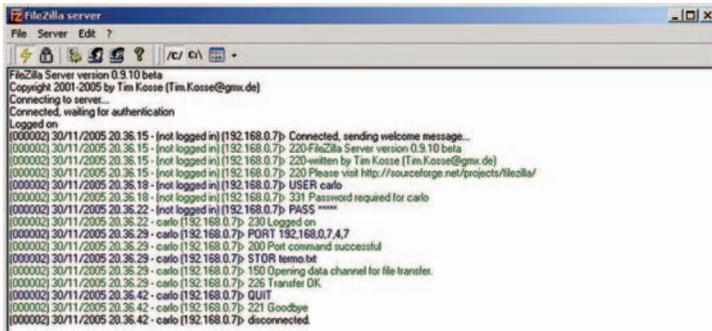

Figure 11 : Log sur la console de FileZilla (serveur FTP en logiciel libre) utilisé comme référence pour notre application.
Prenons un exemple de session de transfert en analysant le log d'un serveur FTP en logiciel libre ("freeware") qui nous servira de référence pour notre application (voyez la **figure 11**: log sur la console de FileZilla). On identifie facilement trois phases fondamentales: dans la première (1), ou